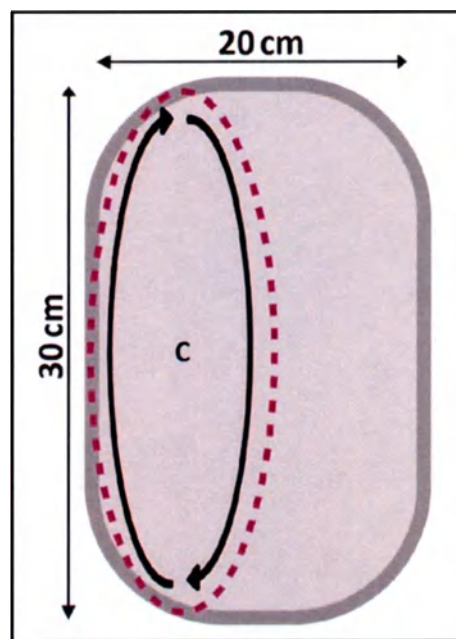

Рис. 32: Обработка сектора «С»
- Обрабатывайте сектор «С» круговыми горизонтальными движениями **по часовой стрелке** (см. Рис. 32) в скользящей манере до тех пор, пока температура поверхности кожи обрабатываемого сектора не поднимется до 43-45°C, или до тех пор, пока пациент не начнёт жаловаться на то, что ему слишком горячо.